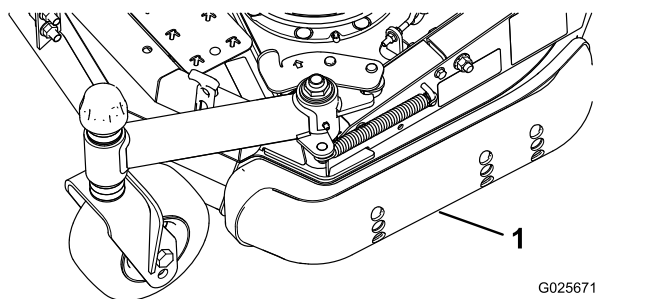

Figure 6
3. Desserrez la vis à l'avant de chaque patin. (Figure 6).